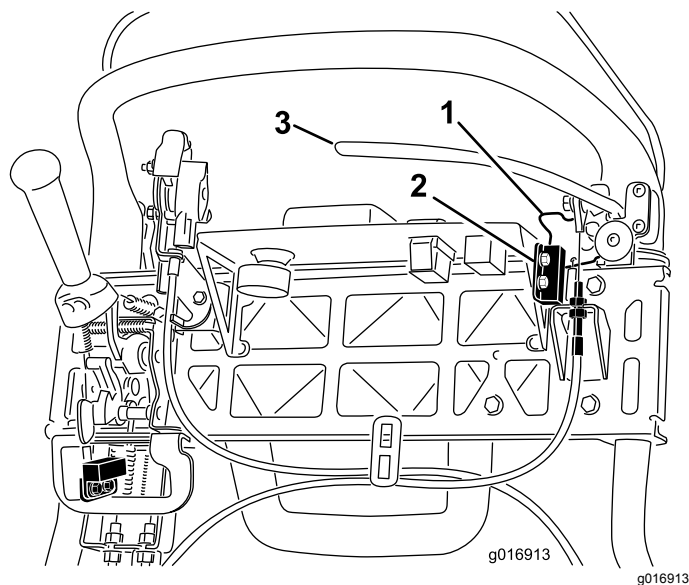

Figura 42
4. Allentate e rimuovete i dispositivi di fissaggio del microinterruttore di sicurezza (Figura 42).
5. Inserite uno spessore di 1,6 mm fra il fermo del freno di stazionamento ed il microinterruttore (Figura 42).